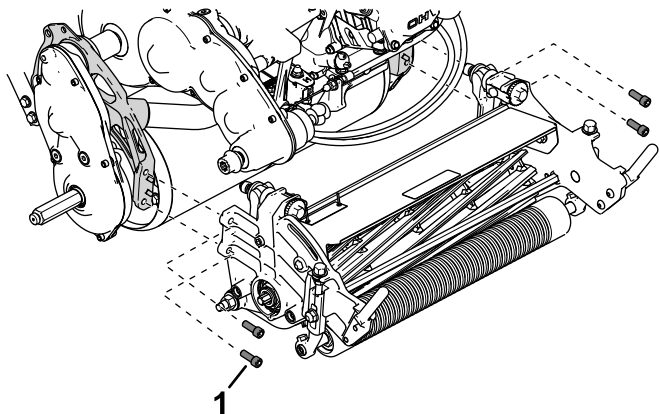

Figura 46
5. Usate le 4 viti a esagono incassato per fissare l'apparato di taglio al telaio (Figura 46).